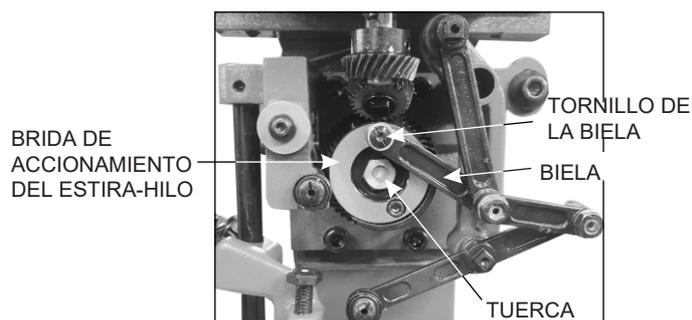

Figura 16
- ✓ Suelte la tuerca que fija el brida de conexiones de accionamiento del estira-hilo (figura 16);